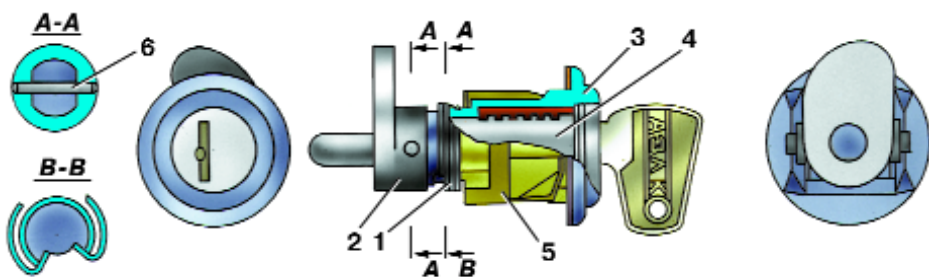

Рис. 7–16. Выключатель замка двери задка: 1 – возвратная пружина; 2 – кулачок; 3 – корпус выключателя; 4 – цилиндр; 5 – пружинный держатель; 6 – штифт кулачка
Рис. 7–13. Выключатель замков передних дверей: 1 – штифты; 2 – поводок; 3 – возвратная пружина; 4 – корпус выключателя; 5 – цилиндр выключателя; 6 – прокладка; 7 – держатель; I – левая дверь; II – правая дверь
Снимите рычаг 12 (17) с оси 5 (рис. 7–12) и резьбовой шпильки 9 ручки, после этого можно отсоединить рычаг от тяги 9 (16) (см. рис. 7–9 и 7–10) наружного привода, если нет уверенности, что рычаг удержится на тяге, которая опустится;
При поломке пружины 8 (см. рис. 7–12) клавиши снять остатки пружины и надеть на ось 5 новую пружину, при этом ее короткий конец должен упереться в выступ С корпуса ручки, а длинный конец должен подпереть нажимной выступ клавиши.
При поломке пружины 7 рычага установка новой пружины возможна только после снятия рычага 4 ручки, для этого необходимо срезать ось 5, на которой держится рычаг. Срезав ось и сняв рычаг, надеть новую пружину витками на цилиндрическую бобышку 6, опорный конец положить на выступ С корпуса ручки, надеть рычаг на новую ось и вставить ось в отверстие на бобышке 6 корпуса. Завести второй конец пружины под рычаг, после этого расклепать ось внутри бобышки. Расклепка должна обеспечить свободное вращение рычага. Радиальный свободный ход и проворачивание оси не допускается. При отсутствии оси заводского изготовления ее можно сделать самостоятельно из прутковой малоуглеродистой стали по чертежу, приведенному на рис. 7–12. Перед расклепкой оси необходимо смазать сопряженные поверхности рычага и оси.
Выключатели 5 (см. рис. 7–9) замков обеих передних дверей крепятся к наружной панели двери стальными держателями 6 из тонкой стальной ленты, доступ к которым возможен только со стороны внутренней панели двери.
Выбить штифт 1 (рис. 7–13), крепящий поводок 2 к цилиндру 5 выключателя и снять поводок.
ное для выключателя замков левой и правой дверей (см. рис. 7–13, I и II), и запрессовать штифт 1. Правильно запрессованный штифт должен быть виден с обоих концов отверстия в поводке, но при этом он не должен выступать над поверхностью поводка.
На рис. 7–14 изображены детали замка капота, его привода и их крепление на кузове.
Для предотвращения возможного самооткрывания капота при движении автомобиля следует периодически проводить проверку подвижности предохранительного крючка капота 3 (рис. 7–14) под действием пружины на своей оси.
Рис. 7–14. Защелка замка капота, предохранительный крючок, замок капота и его привод: 1 – вставка предохранительного крючка; 2 – предохранительный крючок; 3 – пружина предохранительного крючка; 4 – ось предохранительного крючка; 5 – опорная пластина; 6 – держатель защелки; 7 – защелка; 8 – внутренняя пружина защелки; 9 – наружная пружина защелки; 10 – держатель пружин защелки; 11 – крышка корпуса замка; 12 – вилка замка; 13 – фиксатор вилки; 14 – болт держателя оболочки тяги привода замка; 15 – планка держателя; 16 – оболочка тяги; 17 – тяга привода замка; 18 – кронштейн рукоятки привода замка; 19 – наконечник рукоятки; 20 – рукоятка; 21 – пружина замка; 22 – резьбовая втулка; 23 – ось вилки замка; 24 – корпус замка
Рис. 7–15. Замок и привод замка двери задка: 1 – защелка замка двери задка; 2 – буфер защелки; 3 – вилка замка; 4 – замок двери задка; 5 – фиксатор вилки замка; 6 – держатель выключателя замка двери задка; 7 – выключатель замка двери задка; 8 – ключ; 9 – болт крепления замка и защелки; 10 – палец защелки
могла свободно перемещаться под планкой 10 (см. рис. 7–14);
Для замены замка двери задка отверните три болта 9 (рис. 7–15).
Для замены выполните следующее: Снять замок 4 (рис. 7–15) двери задка, вывернув два болта 9 его крепления.
Устройство выключателя показано на рис. 7–16. Порядок замены сло-
Для регулировки четкости запираения двери задка необходимо ослабить три болта 9 (см. рис. 7–15) крепления защелки 1 и изменить ее положение относительно кузова. Затянуть болты.
Боковые двери вращаются на петлях, звенья которых приварены дуговой сваркой: неподвижное 7 (рис. 7–17) к стойкам боковины, подвижное 9 — к дверям. Оба звена петель соединены между собой съемной свертной упругой осью 12, сжатой в отверстии звеньев. Приварка петель обеспечивает точное и стабильное положение дверей в проемах кузова в течение значительного периода эксплуатации автомобиля. Однако при длительной эксплуатации автомобиля из-за деформации деталей кузова и дверей изменяется положение двери относительно проема, что затрудняет ее закрывание и открывание. Для регулировки боковых дверей (уменьшения возросшего усилия открывания и закрывания) восстановите прежнее взаимное положение защелки наружного замка путем ее перемещения. Для этого ослабьте затяжку резьбовой части защелки, отвернув ее на несколько оборотов, после чего перемещением защелки добейтесь такого ее положения, когда будет обеспечено легкое вхождение защелки в паз наружного замка, и вновь затяните резьбовое соединение.